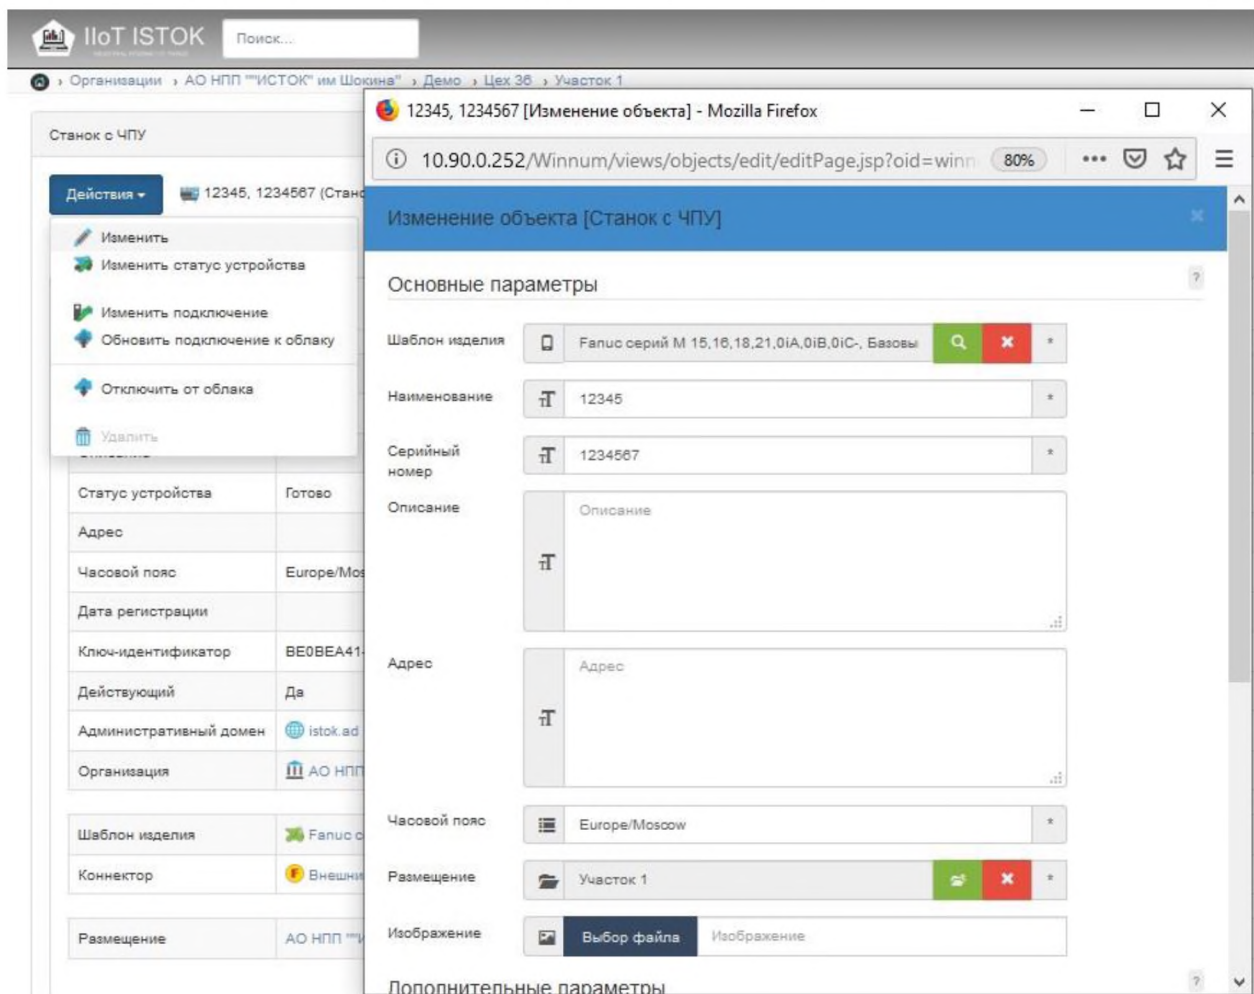

Рисунок 75 – Поиск шаблона изделия
- 4) Нажмите кнопку поиска шаблонов изделий (рис. 75).